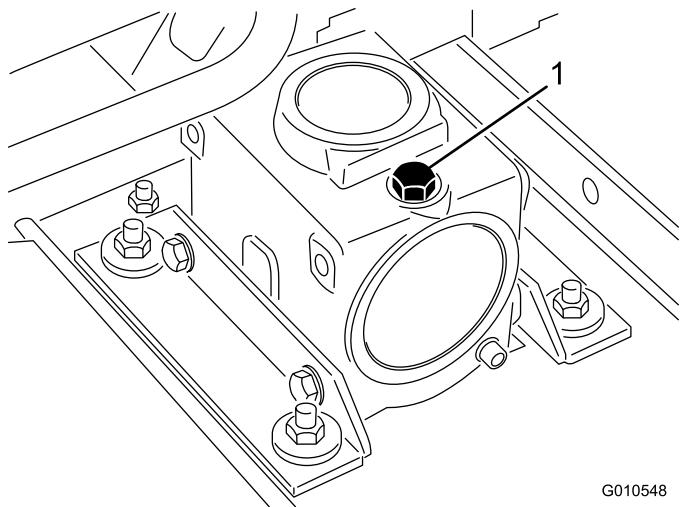

Figura 19
2. Retire a vareta/tampão de enchimento da parte superior da caixa de engrenagens (Figura 19) e verifique se há lubrificante entre as marcas da vareta. Se o nível de lubrificante estiver baixo, adicione lubrificante suficiente até o nível ficar entre as marcas.